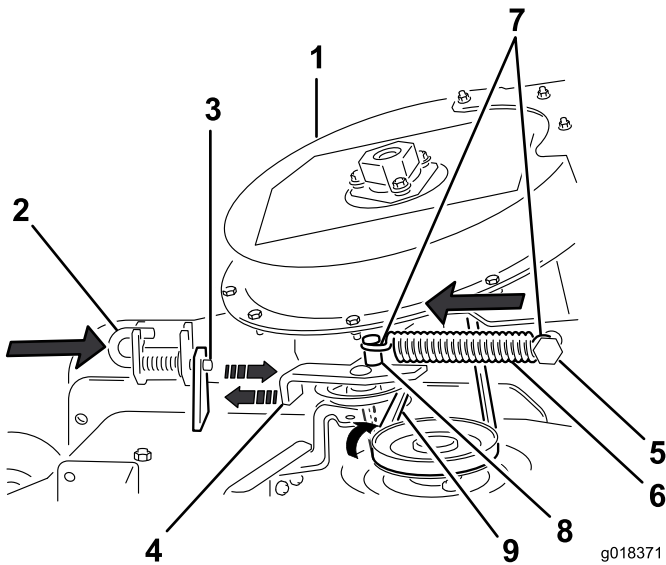

Bild 25
6. Stellen Sie den Arretierbolzen auf die arretierte Stellung (Bild 25).
8. Verlegen Sie den Riemen vorübergehend unter der Spannscheibe (Bild 25).
9. Bewegen Sie die Spannscheiben-Schwenkhalterung zur starren Federstrebe. Befestigen Sie die Feder, indem Sie den Federhaken mit der Spannscheibenfederstrebe ausfluchten (Bild 25).
10. Ziehen Sie die gefederte Spannscheibe von der starren Federstrebe weg und verlegen Sie den Riemen um die Riemenscheibe am Mähwerk (Bild 25).